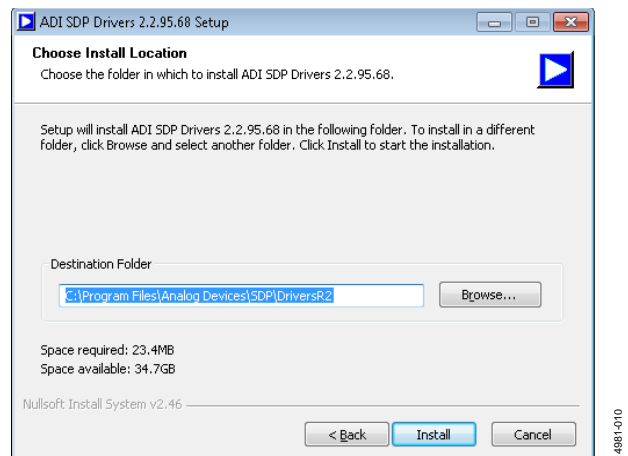

図 11. インストール先の選択
8. インストール先を選択し、[Install] をクリックします。デフォルトのフォルダが図 11 のように示されます。